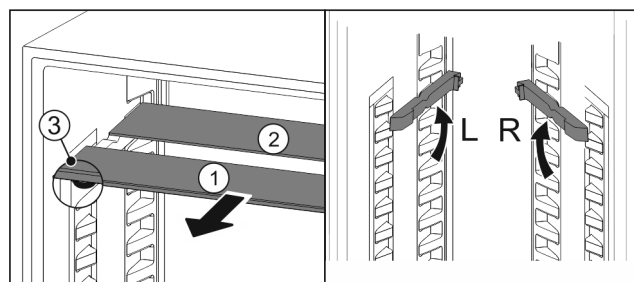

Fig. 131
- Dra ut Fig. 131 (1) glashyllorna framåt en i taget.
- ▷ Glashyllan Fig. 131 (1) med dekorlisten ligger längst fram.
- ▷ Stopplackarna Fig. 131 (3) är vända nedåt.